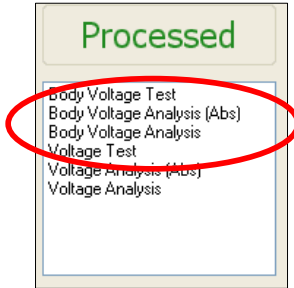
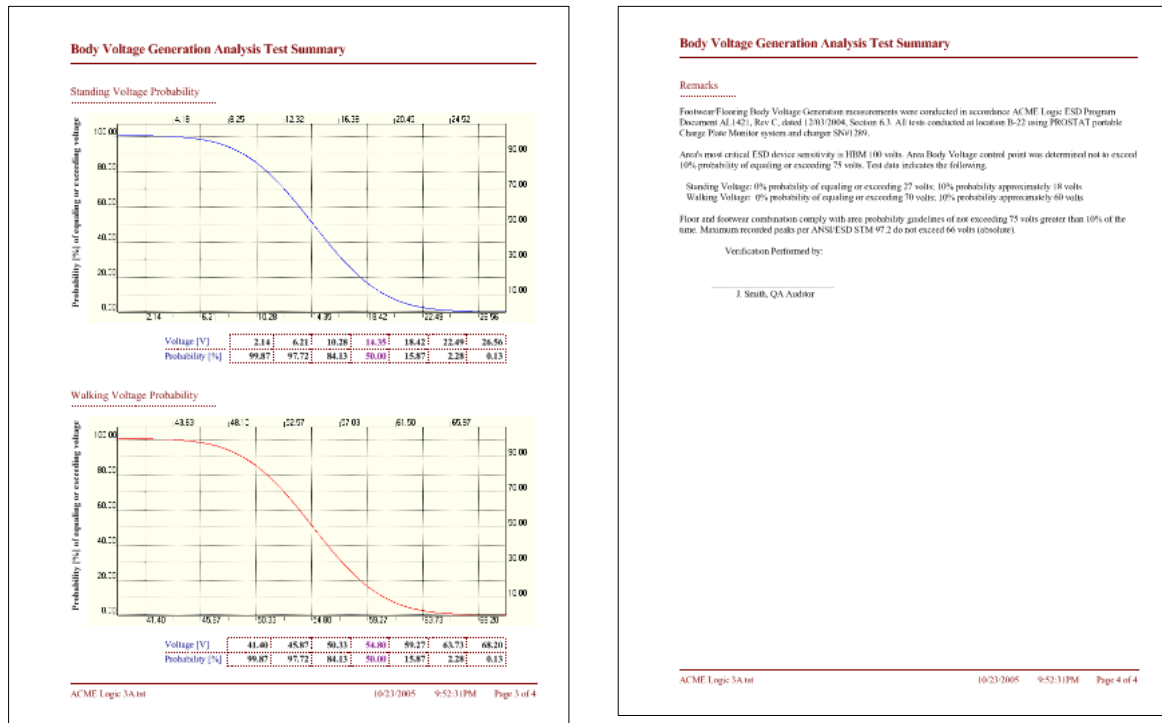

図 41A: チャートとレポートを選択するウィンドウ
図 44: Report Page 3 & 4. Page 3 には確率分析 平均の正常分布と立ち姿勢（最小）と歩行（最大）電圧データの標準偏差を表示します。Page 4 には、任意にレポートのコメントを表示できます。
2. レポートを印刷するために **Body Voltage Analysis (Abs)** (図 41A) を選択してください。これは“絶対値”表示グラフでの確率を意味します。または **Body Voltage Analysis.** を選択します。図 43 と 図44 に示す3 ページのレポートを作成します。レポートには下記の情報が含まれています。
Absolute（絶対値）(Abs) レポートを選択すると確率カーブが表示されます。このカーブは正・負極データに関係なく表示されます。絶対値データの値は分析により出されます。このフォームでは、すべてのカーブは左から右に描かれています。図44.